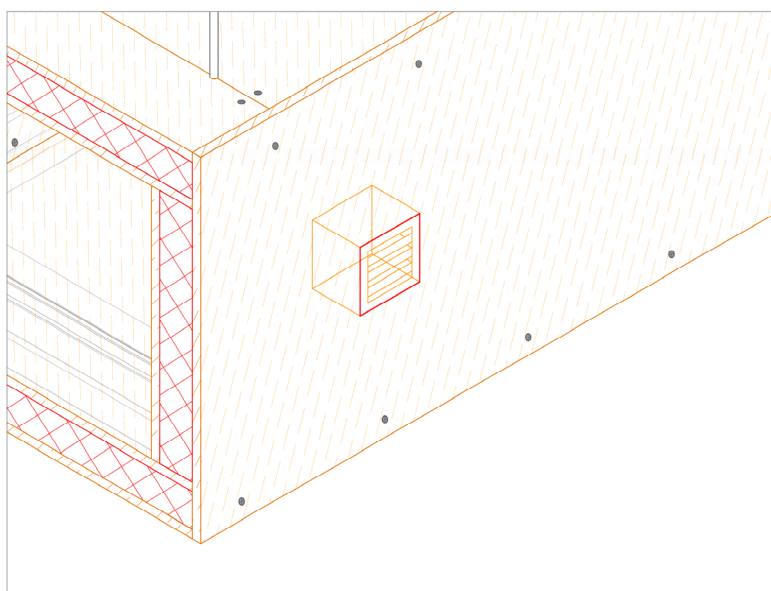

Рис. 18
- Разместить вентиляционный блок в отверстии (рис. 18).